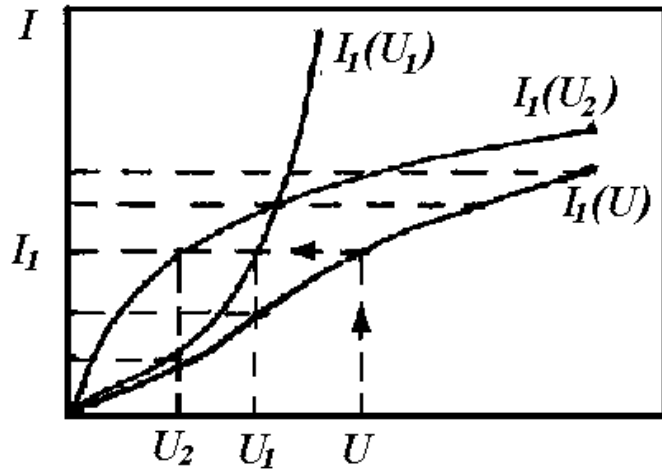

Рис. 1.9
2. Строят результирующую ВАХ последовательного соединения нелинейных резисторов  $R_1$  и  $R_{23}$  по методике, изложенной выше. Получают ВАХ  $I_1(U)$  (рис. 1.9).
3. По заданному в условии задачи напряжению  $U$ , используя ВАХ  $I_1(U)$  (рис. 1.9), определяют ток  $I_1$ .
По значению тока  $I_1$  с помощью ВАХ  $I_1(U_1)$  и  $I_1(U_2)$  (рис. 1.9) определяют значения напряжений  $U_1$  и  $U_2$ .